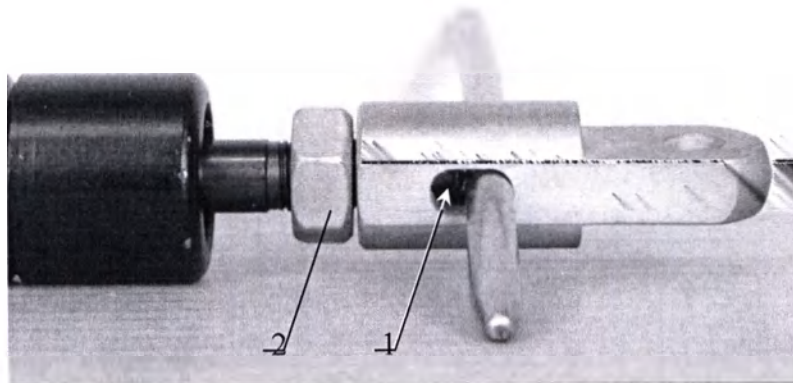

Рисунок 27
- 11.3.4.2 Вставьте пруток $\varnothing 5$ в паз головки (Рисунок 27) и вверните головку до соприкосновения фиксатором пружины 1, затяните гайку 2.